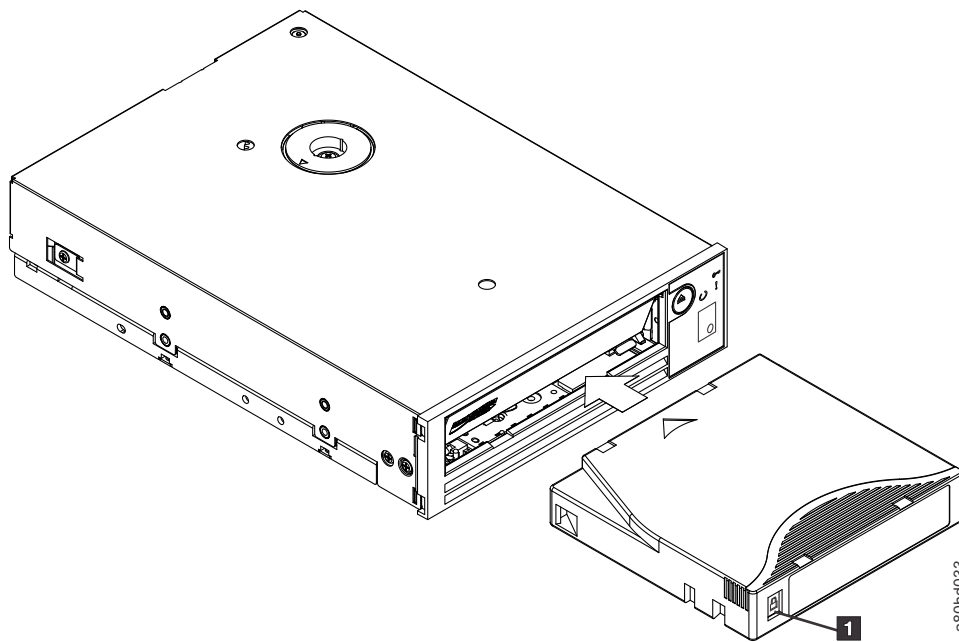

図 19. ロード
4. テープ・ロード格納機構にカートリッジをスライドさせて入れます (図 19 を参照)。テープ ドライブはカートリッジを自動的にロードします。